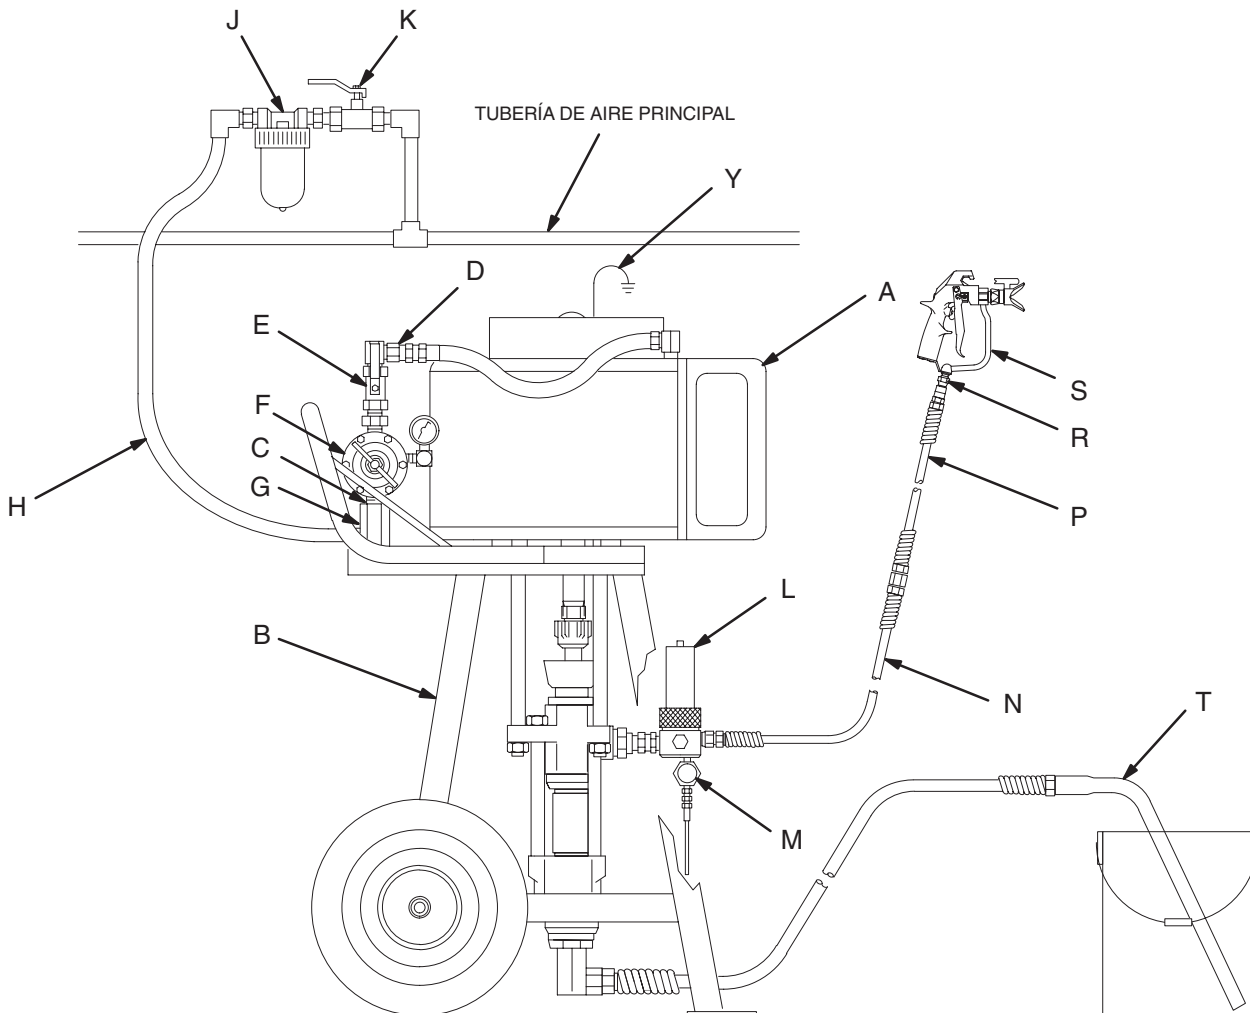

Fig. 2
La Fig. 2 es sólo una guía para la selección e instalación de los componentes y accesorios del sistema. Póngase en contacto su representante Graco o el Servicio de asistencia técnica de Graco (vea la contraportada) para obtener su ayuda en el diseño de un sistema que se ajuste a sus necesidades particulares.
Monte la bomba (A) de forma que se ajuste al tipo de instalación planificada. La Fig. 2 presenta un sistema montado sobre un carro. En la página 23 se muestran las dimensiones de la bomba y la posición de los orificios de montaje.
Instale los siguientes accesorios en las ubicaciones indicadas en la Fig. 2, utilizando adaptadores donde sea necesario:
- **Un filtro de fluido (L)** con un elemento filtrante de acero inoxidable de 250 micron para filtrar las partículas del fluido a medida que éste sale de la bomba. Incluye una **válvula de drenaje de fluido (M)**, necesaria en su sistema para liberar la presión de fluido en la manguera y en la pistola (consulte la **ADVERTENCIA** de la izquierda).
- **Una pistola (S)** para surtir el fluido. La pistola mostrada en la Fig. 2 es una pistola pulverizadora sin aire indicada para fluidos de viscosidad baja o mediana.
- **Una pieza giratoria (R)** permite el libre movimiento de la pistola.
- **Un kit de aspiración (T)** permite a la bomba succionar el fluido desde una cubeta de 19 litros.
1. Consulte la Fig. 2 en la página 6. Conecte el kit de aspiración (T) en la entrada de fluido de la bomba, y coloque el tubo dentro del recipiente de suministro del fluido.
2. Verifique que el regulador de aire (F) está cerrado. A continuación, abra la válvula neumática principal de purga (E). Sujete firmemente una pieza metálica de la pistola de pulverización (S) contra el borde de una cubeta metálica con conexión a tierra y dispare la pistola. Ahora, abra lentamente el regulador de aire hasta que la bomba se ponga en marcha.
4. Si resulta difícil cebar la bomba, abra la válvula de drenaje (M). Utilice la válvula de drenaje como una válvula de cebado hasta que el líquido comience a fluir por la válvula. Vea la Fig. 2. Cierre la válvula de drenaje.
7. No permita nunca que la bomba funcione en seco. Una bomba seca se acelerará rápidamente hasta una velocidad elevada, lo que probablemente le ocasionará daños. Existe una válvula limitadora (C) que corta el suministro de aire a la bomba si ésta se acelera a una velocidad superior a la pre-establecida. Vea la Fig. 2 en la página 6. Si su bomba se acelera rápidamente, o gira demasiado deprisa, párela inmediatamente y verifique el suministro de fluido. Si el recipiente de suministro está vacío y ha entrado aire en las tuberías, rellene el recipiente y proceda a cebar la bomba y las tuberías con fluido, o lávelas y déjelas llenas de un disolvente compatible. Asegúrese de eliminar completamente el aire del sistema del fluido.